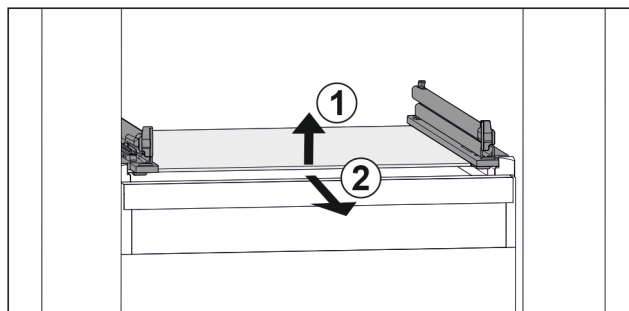

Fig. 45 Primjerni prikaz staklene ploče
- ▶ Staklenu ploču podignite srijeda. Fig. 45 (1)
- ▶ Izvadite staklenu ploču prema naprijed. Fig. 45 (2)